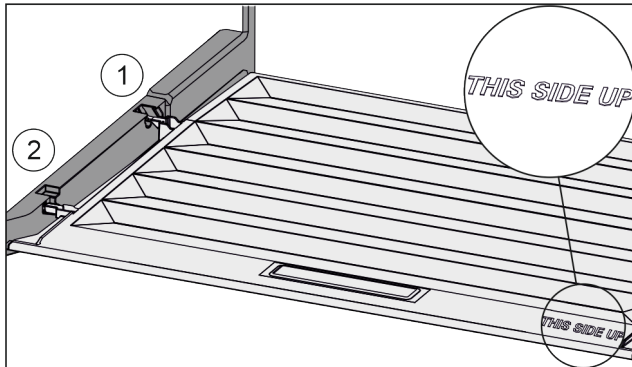

Fig. 112
- ▶ Introduzca los nervios de la tapa por la abertura del soporte trasero *Fig. 112 (1)* y encájelos por delante en el soporte *Fig. 112 (2)*.